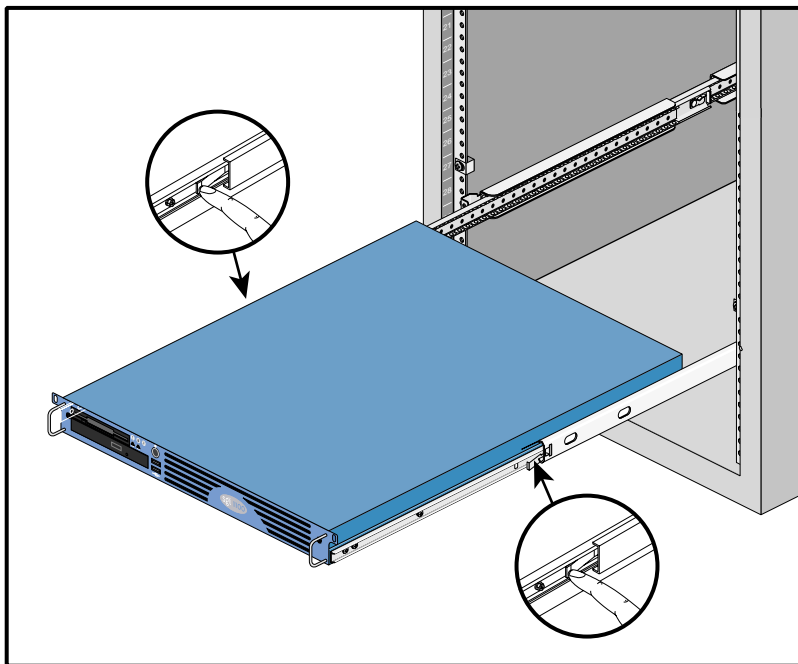

图2-11 按下滑槽闩锁
1. 从一个滑槽中取出底轨（参见表 2-2 中有关这两个组件的说明）。要取出底轨，就需要按释放门锁，如图 2-11 所示。
3. 按下底盘两边的滑槽闩锁，将底盘滑入机架中（详细情形见图2-11）。在底盘第一次滑入机架时滑动相当费劲，这是由于轴承不处于滑槽正中的缘故。在底盘充分滑动一次后，就会容易多了。